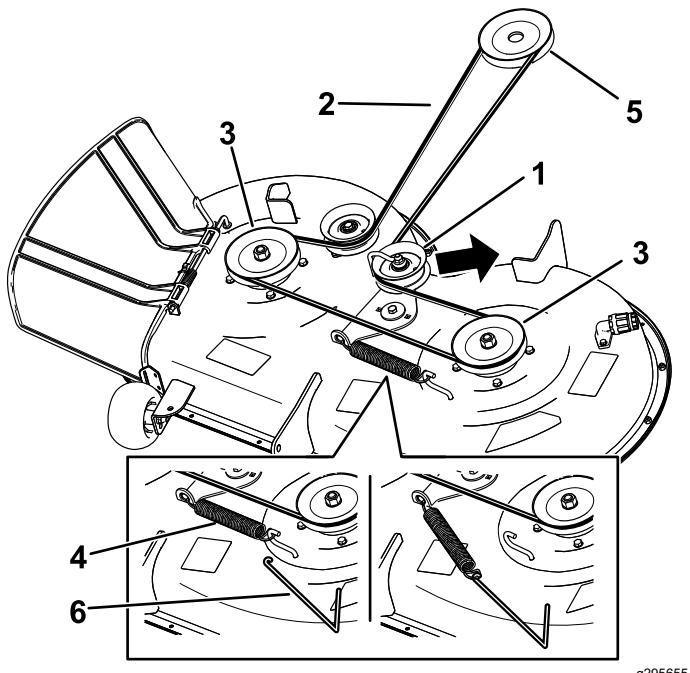

Bild 57
7. Entfernen Sie die Spannscheibenfeder mit einem Werkzeug zur Federentfernung (Toro Bestellnummer 92-5771) vom Mähwerkhaken, um die Spannung von der Spannscheibe zu nehmen, und rollen Sie den Riemen von den Spannscheiben (Bild 57).